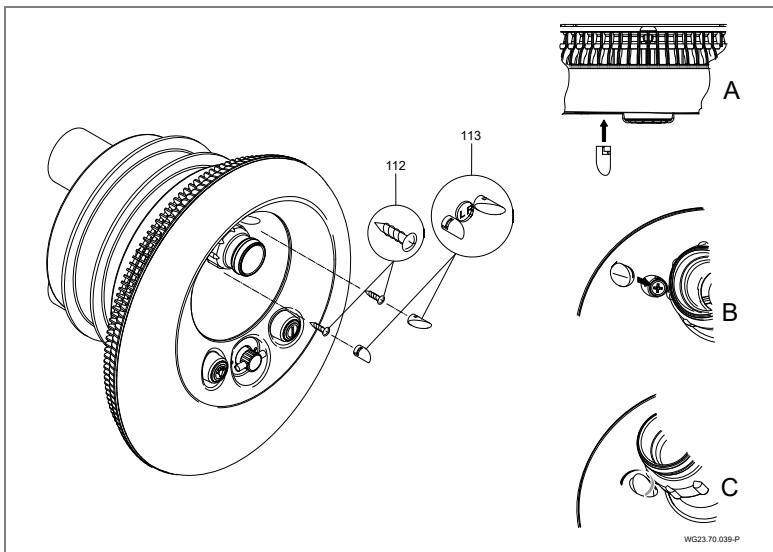

Fig. 21
10. Fijar los tapones decorativos en la cubierta de luz (110) tal como se muestra en la figura 16 A-C. Utilizar los tapones decorativos correctos para los lados izquierdo (L) y derecho (R). (Fig. 21)
1. Afloje el prensaestopas (20).
4. Desbloquear la cubierta (113). Ver "Fig. 21", página 34.
5. Afloje el tornillo (112) y retire la cubierta de luz (110).
6. Afloje los tornillos (49) y retire el embellecedor de acero inoxidable (93).
7. Afloje los tornillos (95) y retire el alojamiento de succión (107).
8. Afloje los tornillos (52), retire el anillo de fijación (28) y el retén del anillo de sujeción (27).